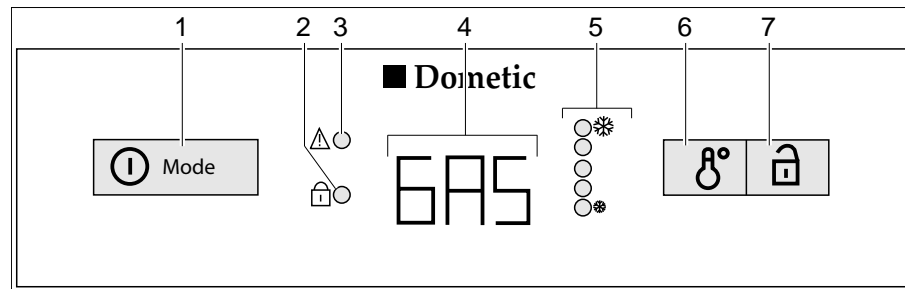

Bild 200 Bedienelemente für den Kühlschrank (Dometic 8er-Reihe mit AES)
Bei Störungen blinkt die Anzeige-LED Störung "▲" (Bild 200,3).
Wenn die 230-V-Versorgung **nicht** angeschlossen und der Fahrzeugmotor **ausgeschaltet** ist, wählt das AES die Gasversorgung. Beim Anwählen des Gasbetriebs wird die Zündsicherung automatisch geöffnet, so dass Gas zum Brenner strömen kann. Gleichzeitig wird der elektronische Zünder eingeschaltet. Erlischt die Gasflamme, z. B. durch einen Luftzug, wird der Zünder sofort aktiviert und zündet das Gas wieder an. Bei Störung im Gasbetrieb blinkt in der Betriebsanzeige (Bild 200,4) der Text "GAS".
Nach dem Einschalten wählt der Kühlschrank automatisch die mittlere Thermostateinstellung. Diese Einstellung kann manuell mit dem Schalter für die Temperatureinstellung (Bild 200,6) nachgeregelt werden. Die Anzeige-LEDs (Bild 200,5) zeigen die gewählte Thermostateinstellung an. Mit dem Schalter wird die Kühltemperatur für alle drei Energiearten eingestellt. Es dauert einige Stunden, bis der Kühlschrank die normale Betriebstemperatur erreicht hat. Beim Umschalten der Betriebsart wird die Thermostateinstellung beibehalten. Die Kühltemperatur wird unabhängig von der Energieart beibehalten.
- Den Einschalter/Energie-Wahlschalter (Bild 200,1) 2 Sekunden lang drücken, um das Gerät einzuschalten. Die zuletzt gewählte Betriebsart wird in der Betriebsanzeige (Bild 200,4) angezeigt.
- Mit dem Einschalter/Energie-Wahlschalter (Bild 200,1) die Energieart wählen.
- Die Kühltemperatur am Schalter für Temperatureinstellung (Bild 200,6) einstellen. Die Anzeige-LEDs (Bild 200,5) zeigen die gewählte Thermostat-Einstellung.
- Den Einschalter/Energie-Wahlschalter (Bild 200,1) 2 Sekunden lang drücken. Alle Anzeigen erlöschen.